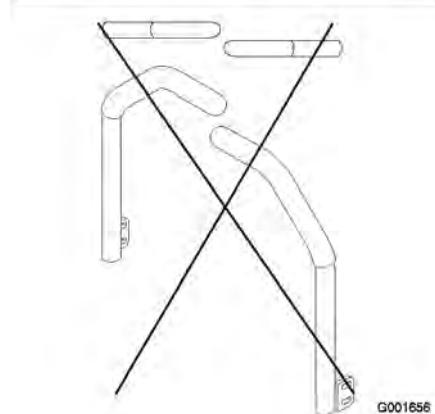

Bild 49
4. Richten Sie die Hebel in Längsrichtung aus. Bringen Sie die Hebel zuerst in der Neutral-Stellung zusammen und schieben Sie die Hebel dann so lange, bis sie ausgerichtet sind. Ziehen Sie dann die Schrauben an (Bild 49).